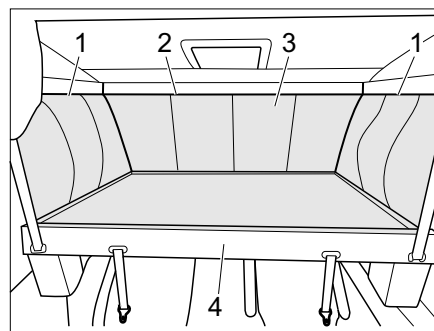

Fig. 83 Accesso alla cassetta della tenda a rullo
- Abbassare il letto basculante (Fig. 83,4) (vedi capitolo 7.15.3).
- Per sbloccare il sacco del letto basculante (Fig. 83,3), aprire le cerniere laterali (Fig. 83,1) nell'area superiore da davanti a dietro e nell'area anteriore (Fig. 83,2).
- Togliere il sacco del letto basculante (Fig. 83,3) (fissaggio con velcro).